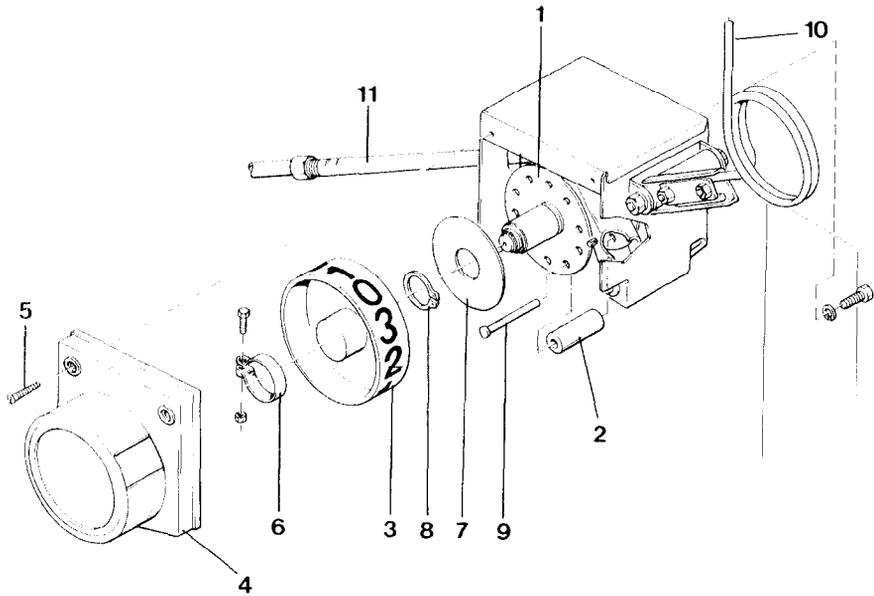

Fig. 59
Ein Teilungsrad (Fig. 59/1) im Schaltkasten steuert die Reihen, in denen Fahrgassen angelegt werden. Für die 2-, 3-, 4- und 6-fach-Schaltung ist das Teilungsrad gleich. Zum Umrüsten des Schaltkastens auf eine andere Schaltung sind, wie am Ende dieses Abschnittes beschrieben, nur die Schaltrollen (Fig. 59/2) umzustecken bzw. zu ergänzen. Für alle weiteren Schaltungen können entsprechende Teilungsräder geliefert werden.
Das Teilungsrads (Fig. 59/1) ist für den 2-, 3-, 4- und 6-fachen Wechsel gleich. Soll die Wechselfolge geändert werden, brauchen lediglich die Schaltrollen (Fig. 59/2) am Teilungsrads (Fig. 59/1) umgesteckt bzw. ergänzt zu werden.
Für den 5-, 7-, 8- und 9-fachen Wechsel ist beim Umbau das vorhandene Teilungsrads (Fig. 59/1) gegen ein für die erforderliche Schaltung entsprechendes Teilungsrads auszutauschen.
Bei jedem Wechsel auf eine andere Schaltung ist grundsätzlich auch der richtige Kontrollstreifen auf dem Anzeigerads (Fig. 59/3) anzubringen.
Es sind lediglich die Schaltrollen (Fig. 59/2) umzustecken bzw. zu ergänzen. Dies ist auch bei angebautem Schaltkasten an der Sämaschine möglich.
- Schutzdeckel (Fig. 59/4) nach dem Lösen der zwei Blechschrauben (Fig. 59/5) abnehmen.
- Schelle (Fig. 59/6) lösen und mit dem Anzeigerads abziehen.
- Die Sicherungsscheibe (Fig. 59/7) ist nach dem Entfernen des Sicherungsringes 24 x 1,2 (Fig. 59/8) abzunehmen.
- Die freiliegenden Schaltrollen (Fig. 59/2) lassen sich nun anhand der Fig. 60 umrüsten, nachdem die Bolzen (Fig. 59/9) herausgezogen sind.
- Sicherungsscheibe (Fig. 59/7) und Sicherungsring (Fig. 59/8) montieren.
- Anzeigerads (Fig. 59/3) mit neuem Kontrollstreifen (Fig. 61) versehen und auf dem Teilungsrads mit Hilfe der Schelle (Fig. 59/6) befestigen.
- Schaltkasten an der Bedienungsfeder (Fig. 59/10) durchschalten, bis das Klemmrohr (Fig. 59/11) durch eine Schaltrolle (Fig. 59/2) angezogen und gehalten wird. Der Schutzdeckel (Fig. 59/4) wird an den Schaltkasten gehalten und das Anzeigerads (Fig. 59/3) so weit verdreht, bis die Zahl „0“ am Fenster des Schutzdeckels zu sehen ist.
- Anzeigerads (Fig. 59/3) mit der Schelle (Fig. 59/6) festklemmen und den Schutzdeckel (Fig. 59/4) montieren.
- Schaltkasten an der Bedienungsfeder (Fig. 59/10) durchschalten, bis sich das Anzeigerads (Fig. 59/3) mindestens dreimal vollständig gedreht hat, und überprüfen, ob der Schaltkasten ordnungsgemäß arbeitet, d. h., in jeder „0“-Stellung das Klemmrohr (Fig. 59/11) anzieht.